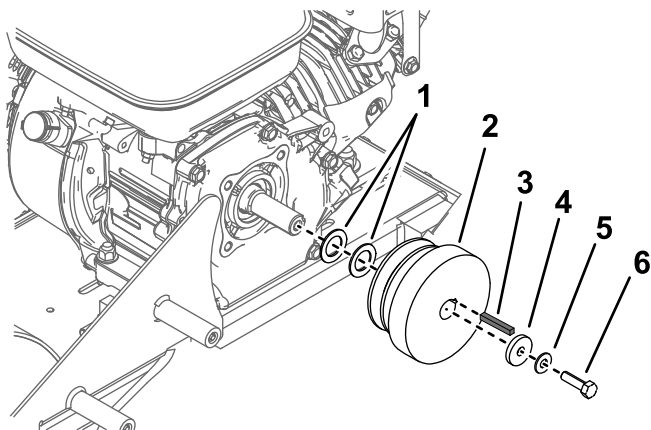

Figura 10
6. Aplique fijador de roscas al perno ($5/16"$ x $1\frac{1}{8}"$), y utilice el perno, 2 arandelas de $0.76"$ x $1.26"$ x $0.07"$, 1 arandela de $0.32"$ x $1.12"$ x $0.18"$, 1 arandela de $0.31"$ x $0.78"$ x $0.07"$ y la chaveta cuadrada para instalar la polea del embrague (Figura 10). Apriete el perno a 22.6–28.2 N·m (200–250 pulgadas-libra).